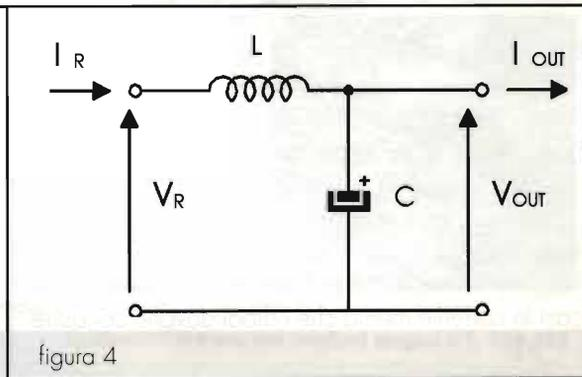

figura 4
- B) - con induttanza e condensatore (figura 4).